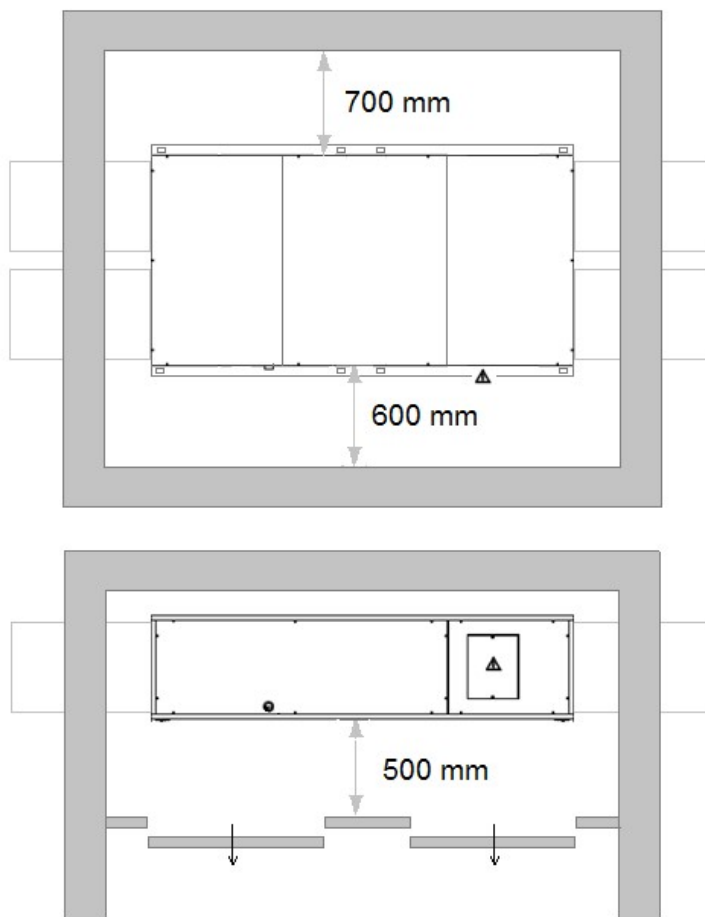

Fig. 6
- Zachowaj minimalne odstępy od urządzenia zgodnie z **fig. 6 i 7**.